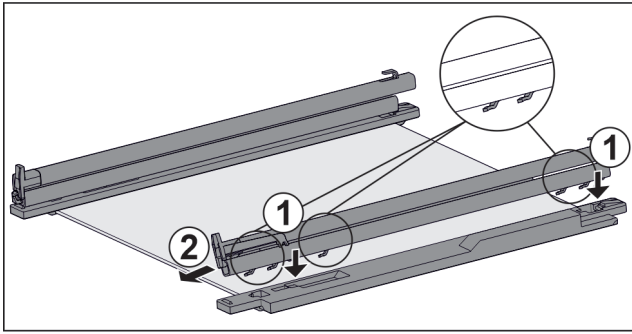

Fig. 156 Glasplatte mit Schienen und Halteteilen
teils setzen. Fig. 156 (1)
- ▶ Schiene nach vorne ziehen. Fig. 156 (2)